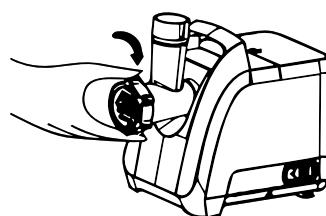

рис.7
7.1.5. Зафиксируйте конструкцию с помощью фиксирующего кольца, завернув его по часовой стрелке, как указано на рис. 7. Не затягивайте кольцо слишком туго.